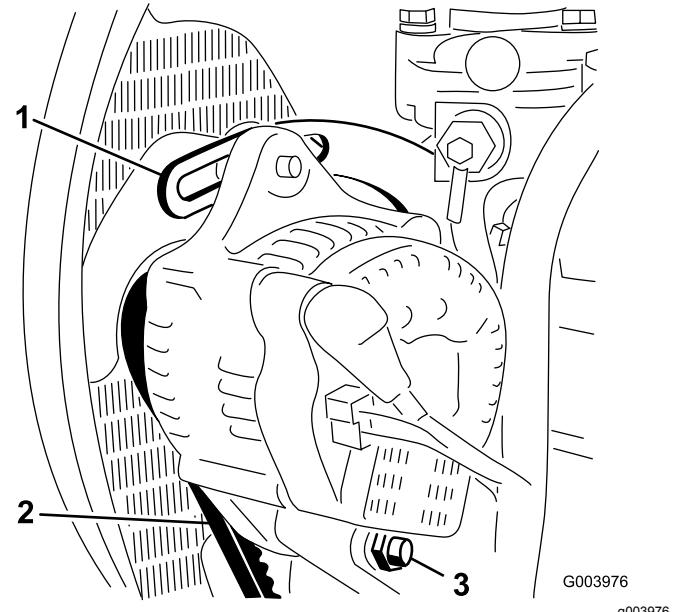

Figura 56
2. Compruebe la tensión de la correa del alternador flexionándola (Figura 56) en el punto intermedio entre las poleas del alternador y del cigüeñal con una fuerza de 10 kg (22 libras).
4. Afloje el perno que fija el tirante al motor (Figura 56), el perno que fija el alternador al tirante y el perno de pivot.